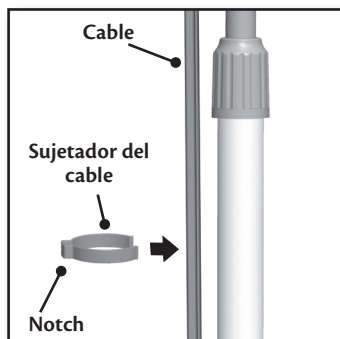

Figura 16
11. Enderece el cable del motor en el tubo telescópico y presione el sujetador de cable sobre el cable en el tubo para que el cable se apoye en la ranura del sujetador. Figura 16.